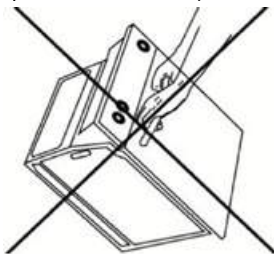

Figura 16
- Pentru manevrarea aparatului nu vă folosiți de mână (Figura 16)